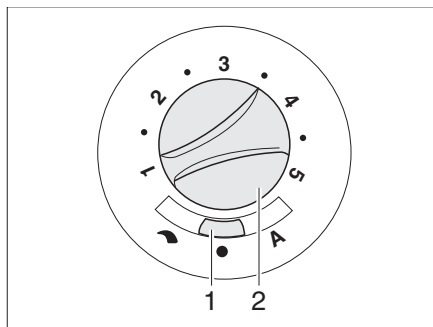

Fig. 109 Conmutador de mando para ventilador de circulación de aire (12 V)
- Ajustar el conmutador deslizante (Fig. 109,1) en "↶" (regulación manual) o "A" (modo automático).
- Cuando en el conmutador deslizante (Fig. 109,1) está ajustado "↶" (regulación manual): Ajustar la potencia deseada del ventilador de circulación de aire con el botón giratorio (Fig. 109,2).
- Ajustar el conmutador deslizante (Fig. 109,1) en "●" (Off). Con el funcionamiento de la calefacción esta posición del conmutador no tiene función.